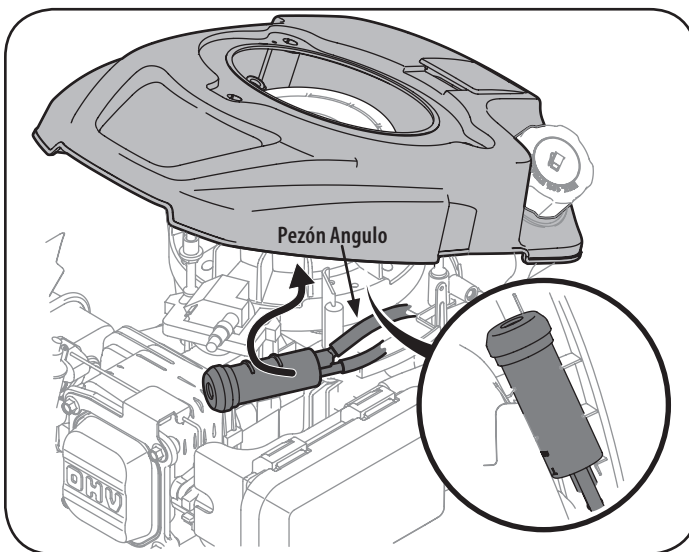

Figura 21
7. Vuelva a colocar la lata de carbono conjunto del filtro en su lugar debajo del motor interior cubierta. Ver la Figura 21 recuadro.